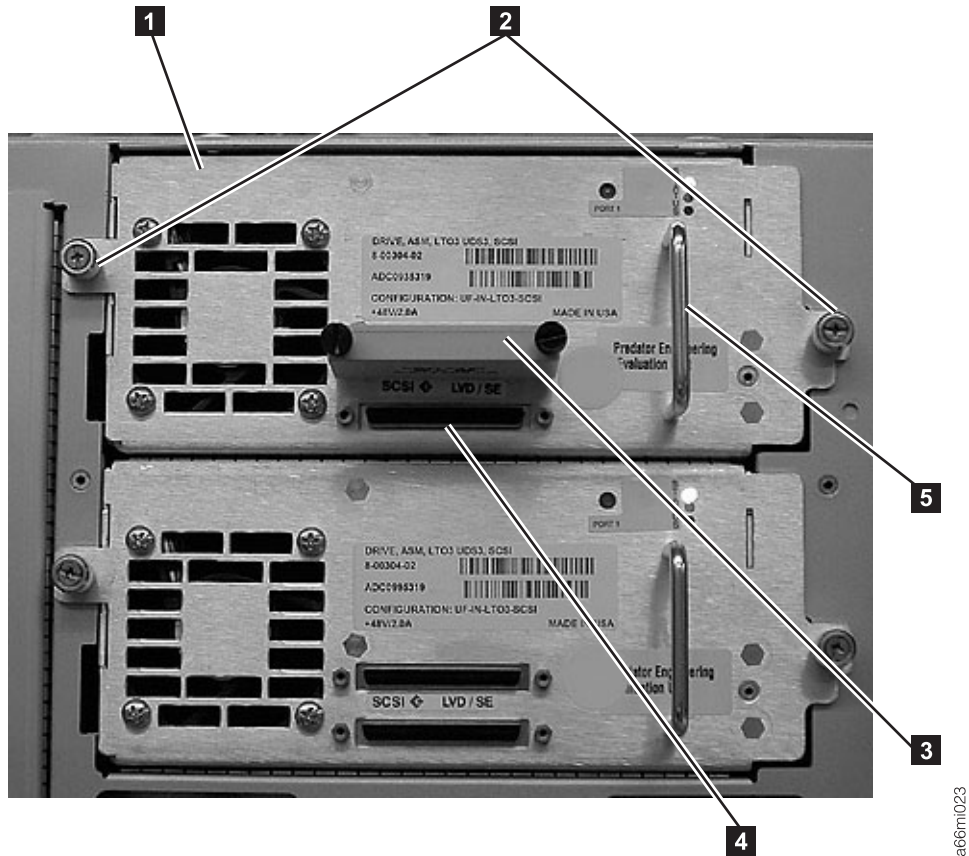

Figura 11-5. Módulo de Controle com Duas Gavetas de Unidade
- b. Quando a gaveta de unidade estiver no lugar (**1** na Figura 11-5 na página 11-8), aperte os dois parafusos de aperto manual (**2** na Figura 11-5 na página 11-8) girando-os em sentido horário para prender a unidade no módulo.
- Conecte os cabos da interface do host na unidade. Na configuração de exemplo mostrada na Figura 11-5, o conector SCSI posicionado mais abaixo (
4 na Figura 11-5 na página 11-8) está sendo utilizado para vincular o módulo ao host e o terminador do barramento SCSI está conectado no conector posicionado mais acima (**3** na Figura 11-5 na página 11-8).
3. Solte os dois parafusos de aperto manual (**2** na Figura 11-5 na página 11-8) que prendem a gaveta de unidade no lugar, girando-os em sentido horário.
4. Deslize a unidade para fora do módulo da biblioteca. Segure a alça (**5** na Figura 11-5 na página 11-8) e empurre lentamente a unidade em sua direção, enquanto apoia a unidade pelo lado de baixo.
2. Aperte os dois parafusos de aperto manual (**2** na Figura 11-5 na página 11-8) que prendem a gaveta de unidade no lugar, girando-os em sentido horário.